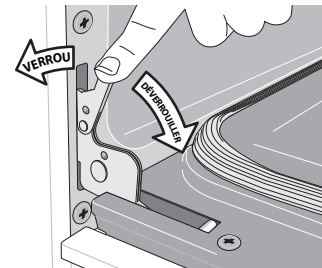

Figure 44 : Verrous des charnières de porte
2. Tirer les verrous des charnières de gauche et de droite complètement vers le bas du cadre de four, vers la porte du four (voir Figure 44). Il peut être nécessaire d'utiliser un tournevis plat.
4. Pousser les verrous de charnière vers le haut et de part et d'autre du cadre de four à la position de verrouillage (voir Figure 44).